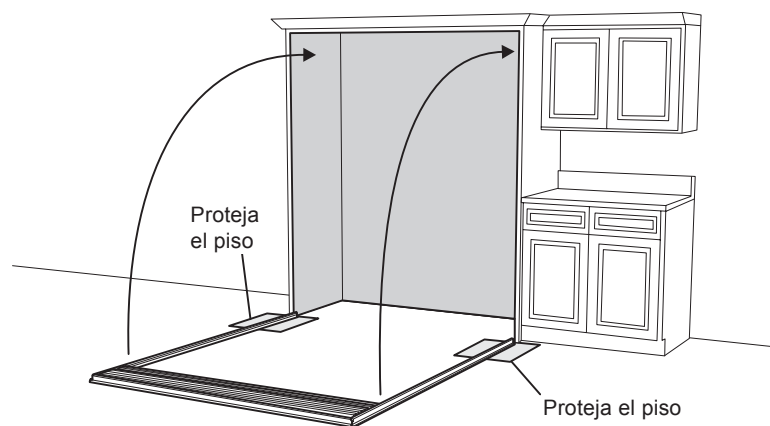

Figura 6
1. Primero, coloque una cubierta protectora en el lugar donde la moldura lateral va a hacer contacto con el piso, cerca de la abertura preliminar. Luego, mantenga firme la parrilla y el marco, y céntrelas en la abertura preliminar. Vea la figura 6. Es posible que tenga que usar varios pedazos de cinta en los ángulos superiores y en el centro de la parte superior, para mantener temporalmente el ensamblaje en su lugar.